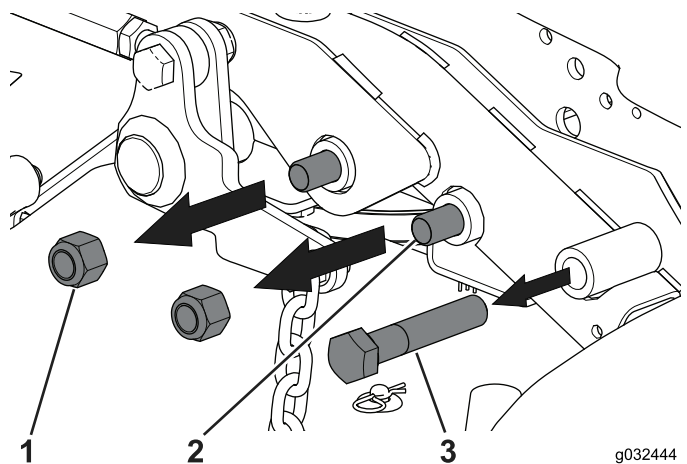
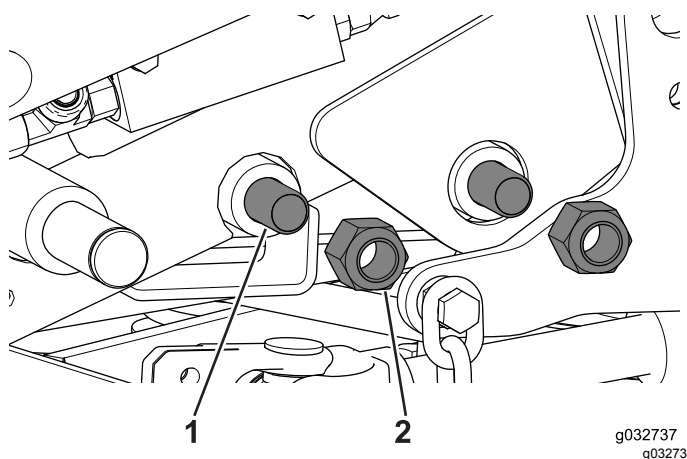

Figure 57
Figure 58
7. Enlevez les contre-écrous et les boulons qui fixent le cadre d'été au cadre de la machine (Figure 57 et Figure 58).